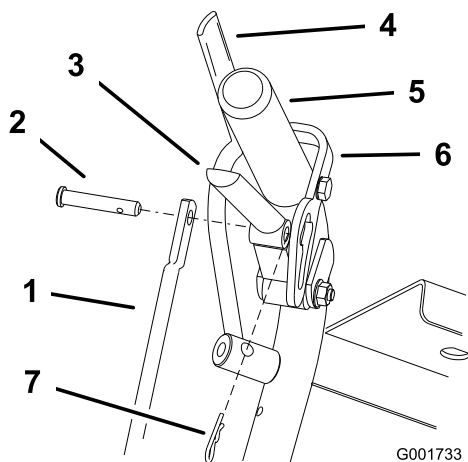

Figura 36
1. Para ajustar la longitud de la varilla de control, suelte la palanca de avance y retire la chaveta y el pasador (Figura 36). Gire la varilla en el acoplamiento (Figura 36).
4. Coloque el pasador en la palanca de avance (Figura 36).
6. Inserte la chaveta entre las palancas de avance y los cierres de bloqueo de punto muerto e introdúzcalo en el pasador (Figura 36).